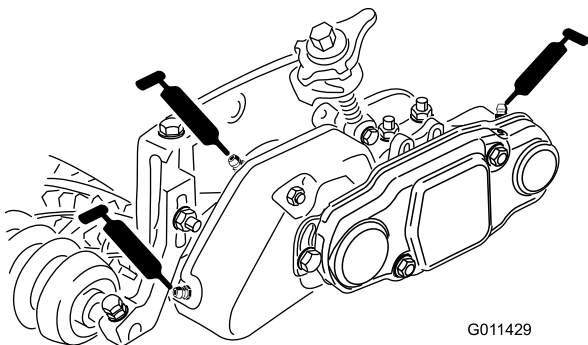

Figura 37
- Llene el alojamiento del cojinete de cada molinete con grasa (Figura 37). El exceso de grasa saldrá entre las juntas interiores y los protectores.
- Engrase cada uno de los cojinetes del acondicionador (2 o 3 aplicaciones como máximo) (Figura 37). No aplique demasiado grasa, porque un exceso de grasa podría causar un fallo de la junta. Limpie cualquier exceso de grasa.